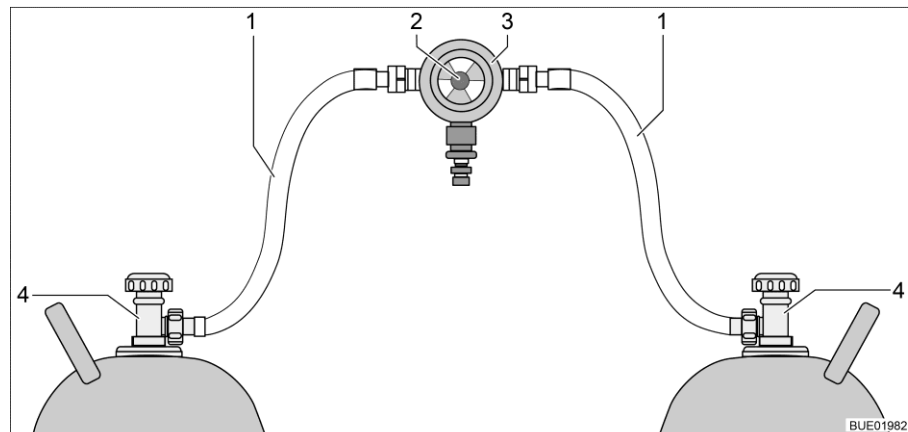
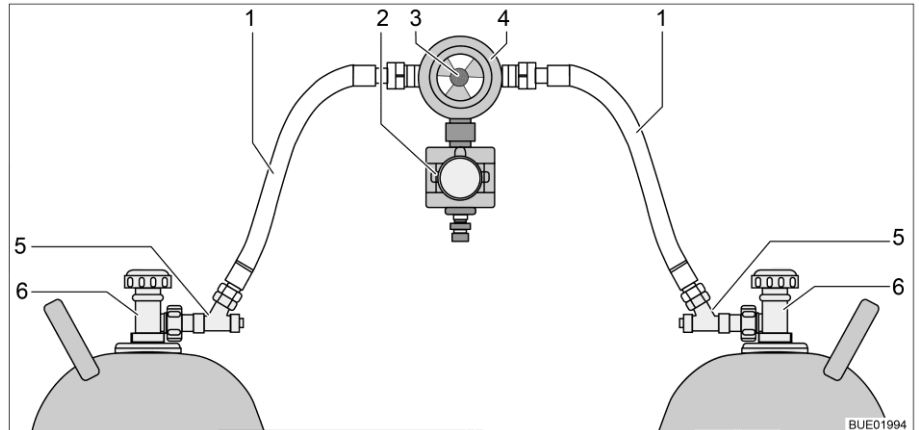
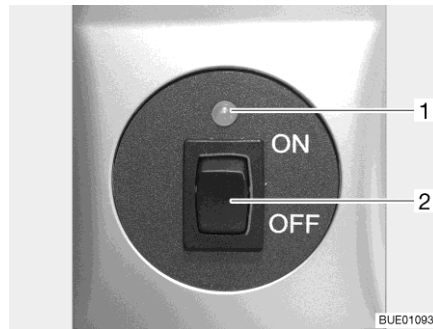
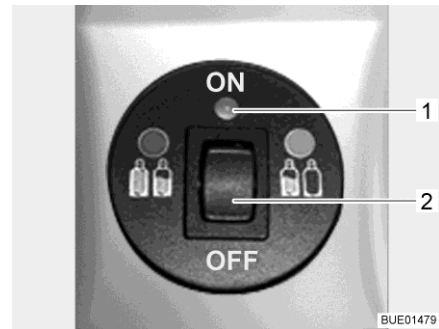

Fig. 170 Instalación de conmutación de bombonas de gas
Fig. 171 Instalación de conmutación de bombonas de gas con CPU
Fig. 172 Unidad de mando
Fig. 173 Unidad de mando con indicación a distancia
La instalación de conmutación de bombonas de gas consiste de un regulador de presión de gas combinado, con válvula selectora e indicador (Fig. 170,3). La instalación de conmutación de bombonas de gas está montada entre las dos gomas del gas (Fig. 170,1).
La instalación de conmutación de bombonas de gas consiste de un regulador de presión de gas combinado, con válvula selector e indicador (Fig. 171,4) y una electroválvula (Fig. 171,2). En caso de una frenada a fondo, un accidente o una extrema posición inclinada, la electroválvula bloquea el suministro de gas al vehículo. La instalación de conmutación de bombonas de gas está montada entre las dos gomas del gas (Fig. 171,1) con dispositivos de seguridad en caso de rotura de manguera (Fig. 171,5).
Con el botón giratorio (Fig. 170,2 ó bien Fig. 171,3) en la instalación de conmutación de bombonas de gas se puede determinar cuál de las bombonas de gas se utilizará como bombona de servicio y cuál bombona de gas como bombona de reserva.
En la unidad de mando (Fig. 172) únicamente pueden conmutarse las funciones eléctricas. Las llaves de paso principales de las bombonas de gas (Fig. 170,4 ó bien Fig. 171,6) deben abrirse y cerrarse a mano.
Sin indicación a distancia La luz de control en la unidad de mando indica el estado de la instalación de gas. Si la luz de control (Fig. 172,1) está encendida de color verde, la instalación está bien. Si la luz de control parpadea o se enciende de color rojo, se ha presentado una avería. El suministro de gas está interrumpido.
Con indicación a distancia La luz de control en la unidad de mando (Fig. 173,1) indica el estado de la instalación de gas:
- Abrir las llaves de paso principales en las bombonas de gas (Fig. 170,4 ó bien Fig. 171,6).
- Pulsar los dispositivos de seguridad en caso de rotura de manguera (Fig. 171,5), uno tras otro, por 10 segundos.
- Con el botón giratorio (Fig. 170,2 ó bien Fig. 171,3) en la instalación de conmutación, seleccionar la bombona de gas de la que habrá de tomarse el gas con prioridad (bombona de servicio). Girar el botón giratorio siempre hasta el tope.
- Conectar la instalación de conmutación en la unidad de mando. Para esto, poner el interruptor basculante (Fig. 172,2 ó Fig. 173,2) en la posición "ON". Ahora, estará purgada de aire la válvula selectora. La luz de control (Fig. 172,1 ó Fig. 173,1) parpadea de color amarillo (prueba de sistema) y a continuación se enciende de color verde.
- Poner el interruptor basculante (Fig. 172,2 ó Fig. 173,2) en la posición "OFF". La luz de control (Fig. 172,1 ó Fig. 173,1) se apaga.
- Cerrar las llaves de paso principales en las bombonas de gas (Fig. 170,4 ó Fig. 171,6).